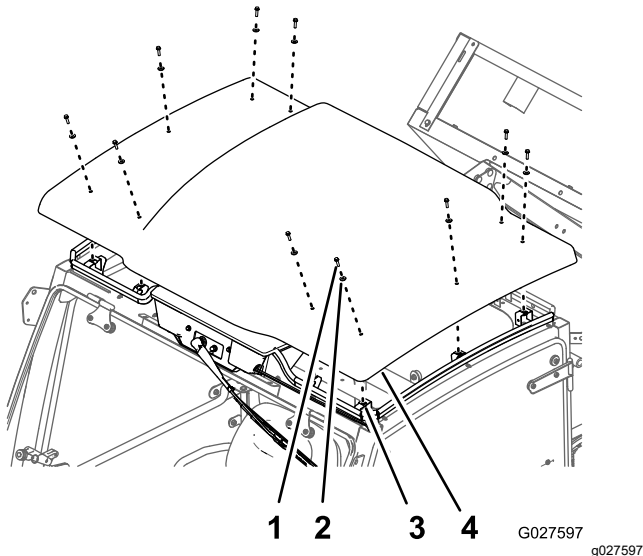

Figure 33
1. Retirez les 10 boulons ($\frac{1}{4}$ " x 1") et les 10 rondelles d'étanchéité ($\frac{1}{4}$ ") qui fixent le panneau de pavillon aux supports sur la cabine (Figure 33).